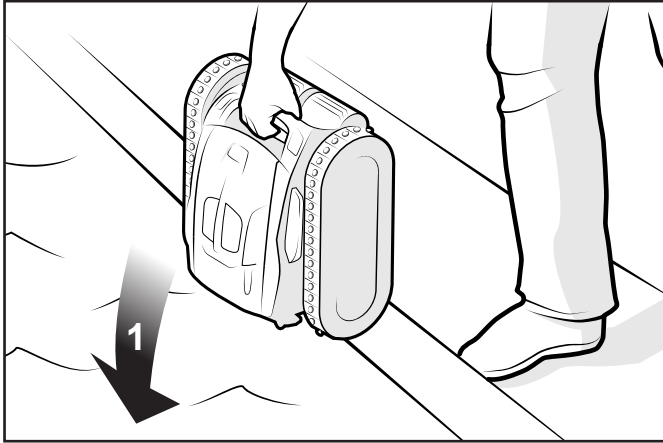

Figura 5. Sumerja el limpiador en posición vertical
2. En el punto medio, sumerja el limpiador en la piscina y sosténgalo en posición vertical para liberar el aire atrapado (Figura 5).